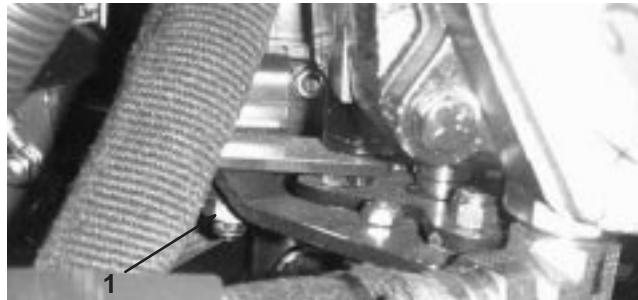

Bild 56
3. Lockern Sie die Sicherungsmutter an der Fahrantriebs-Einstellnocke (Bild 56).